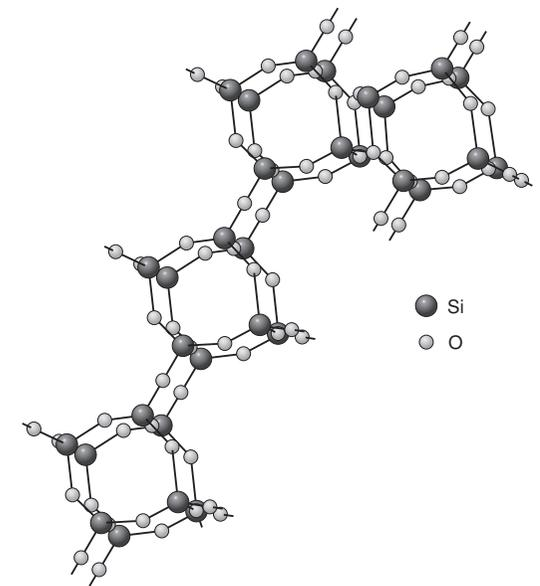
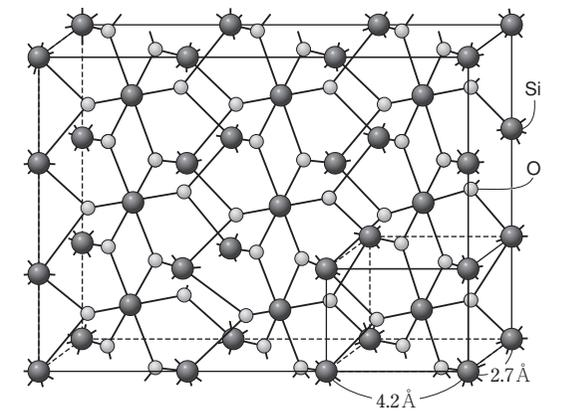

図9 コーサイトの構造
図10 スティショバイトの構造
コーサイトは、SiO4四面体の単位構造を保ったまま、より高密度の構造へ転移したものである。つまり、SiO4四面体が四員環構造をなし、これらが連結して二重鎖の構造をつくる。さらに、Si-Oの架橋結合によって、長石と同じような三次元構造となったものである(図9)。石英とは異なり、濃フッ化水素酸にも侵されない。
超高压のためSiO4四面体が解体し、より高密度なSiO6八面体の構造に組み換えられて、ルチル型の結晶構造となったものである(図10)。
- 図9 図10 (伊賀順子)